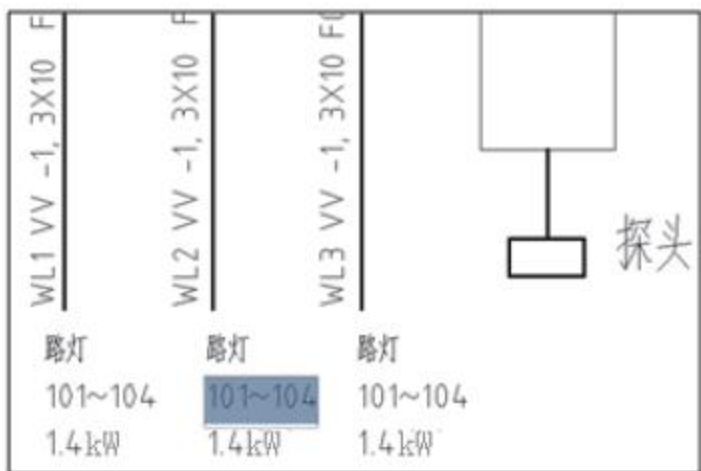

图6-32 选择文字
- 04 在命令行中输入DDEDIT【编辑文字】命令并按Enter键结束，根据命令行提示选择需要修改的文字，文字将变成可输入状态，如图6-32所示。